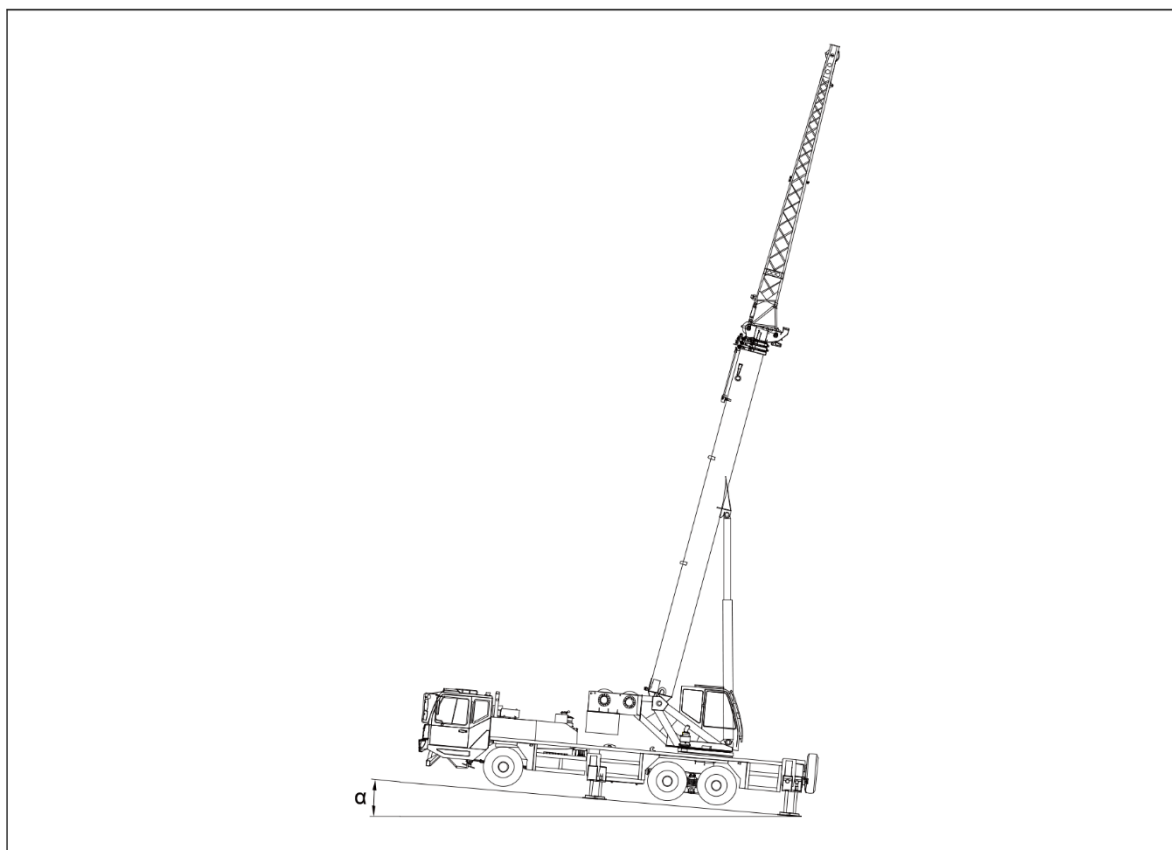

Figura 2-1 Ângulo de inclinação do guindaste
- d) Antes da operação, nivele o guindaste. Em qualquer condição de trabalho, o ângulo de inclinação  $\alpha$  do guindaste não deve ser superior a  $0,6^\circ$ . Consulte a figura 2-1.